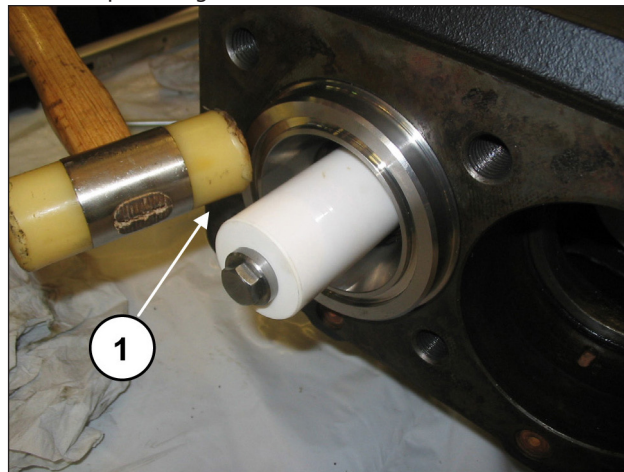
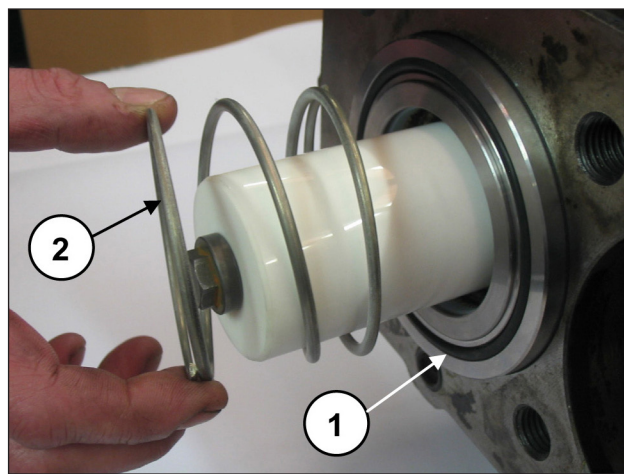

Fig. 186
Fig. 187
Assurez-vous que le bloc de maintien chemise-support atteint la position correcte jusqu'au fond du logement (rep. ①, Fig. 186) ; montez le joint torique avant de la chemise et le ressort (rep.①②, Fig. 187).